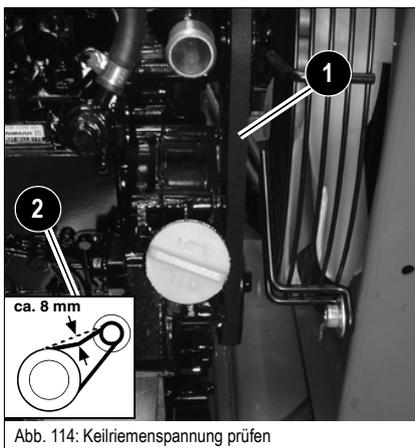

Abb. 114: Keilriemenspannung prüfen
- ☞ Durch Daumendruck von etwa 100 N die Durchbiegung des Keilriemens zwischen Kurbelwellenscheibe und Lüfterrad prüfen. Bei einem neuen Riemen sollte die Durchbiegung 6 bis 8 mm betragen, bei einem gebrauchten Riemen (nach etwa 5 min Laufzeit) sollte die Durchbiegung 7 bis 9 mm betragen (Abb.114/2).